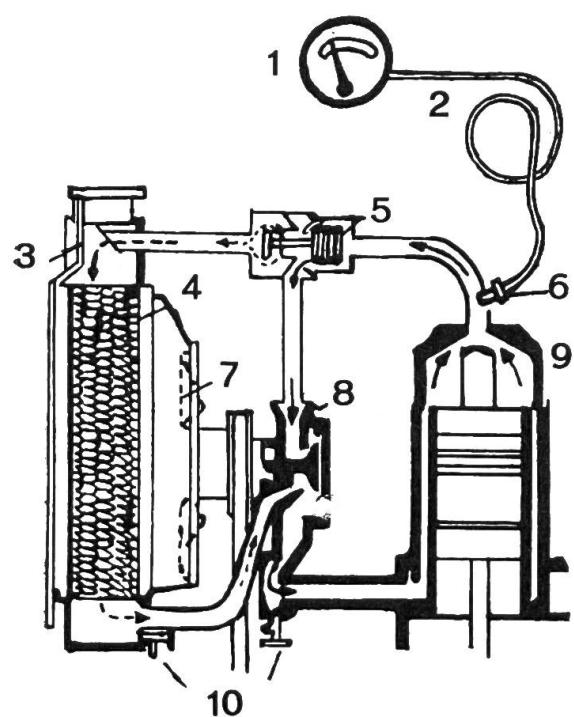

Fig. 1:
Le réglage de la température de l'eau de refroidissement peut avoir lieu par thermostat (dosage de la quantité d'eau devant parcourir le circuit de refroidissement ou commande automatique de l'ouverture et de la fermeture de volets placés devant le radiateur) ou bien par rideau amovible formant couvre-radiateur. La figure 1 (ci-après) représente un système de refroidissement à eau avec régulation de la température par thermostat commandant le passage de l'eau. On voit sur cette figure que le thermostat (5) a été incorporé au tuyau par lequel l'eau passe du moteur dans le radiateur.
La soupape repose sur son siège tant que la température de l'eau de refroidissement venant des culasses des cylindres reste inférieure à une température déterminée, et seule une très faible proportion de l'eau peut parvenir au radiateur. Dès que le moteur fonctionne, il transmet sa chaleur aux chemises d'eau entourant les cylindres. Au fur et à mesure que la température de l'eau augmente, la dilatation du liquide volatil provoque l'allongement du soufflet, la soupape s'ouvre, et toute l'eau arrivant du moteur entre alors dans le radiateur. L'ouverture progressive de la soupape n'a lieu qu'à partir d'environ 65 degrés. La soupape ne se soulève que jusqu'à une position d'équilibre qui correspond à une température approximative de 80° C de l'eau de refroidissement. Cette température normale de fonctionnement se trouve donc maintenue automatiquement par le thermostat quelle que soit la fatigue imposée au moteur. Le système de refroidissement (contenance, capacité du radiateur, ventilateur) a été conçu de telle façon que l'eau du circuit ne puisse venir à ébullition qu'en cas de défauts. Comme le montre la figure 1, le circuit de l'eau de refroidissement du moteur est limité tant que la température de service n'a pas été atteinte (moteur-thermostat-pompe à eau-moteur), et normal dès que l'eau accuse une température d'environ 80° C (moteur-thermostat-radiateur-pompe à eau-moteur).
La température du moteur peut être contrôlée par le conducteur du tracteur grâce à cet instrument. Le fonctionnement du téléthermomètre ou thermomètre à distance présente beaucoup d'intérêt. Comme on peut le voir d'après la figure 1, un réservoir plongeur (6) a été incorporé au point le plus chaud du système de circulation d'eau. Ce réservoir est relié par un tube de faible section, souvent entouré d'une gaine de fils métalliques entrelacés, à un corps dilatable logé dans le boîtier d'un manomètre. Le réservoir, le tube et le corps en question contiennent un liquide dont la dilatation agit sur une aiguille se déplaçant devant un cadran et qui permet ainsi de connaître la température du moteur.